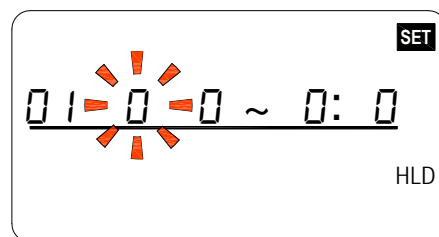

Abbildung 31
5. Drücken Sie  und wählen die Speichernummer die programmiert werden soll. Der Monat des Startdatums blinkt, siehe Abbildung 31.